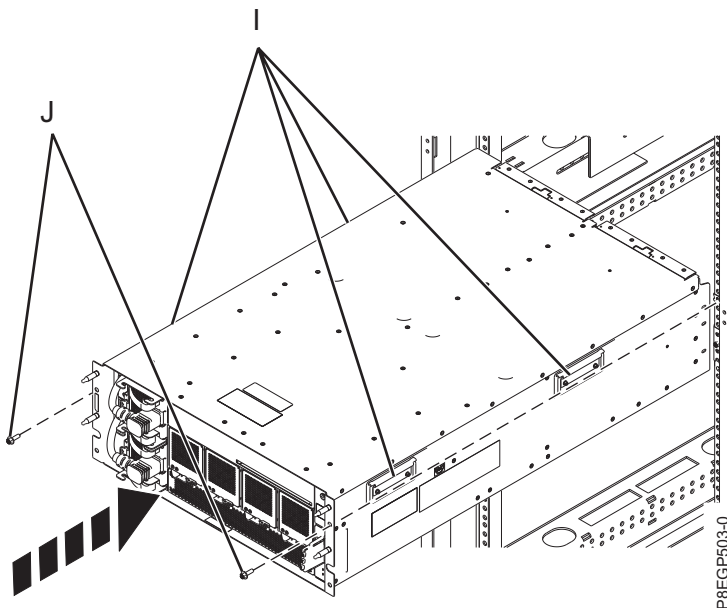

Figure 9. Installation du tiroir dans une armoire
4. Trois personnes sont nécessaires pour cette opération. Deux d'entre elles sont chargées de tenir les quatre poignées **(I)**, comme illustré dans la figure 9, et la troisième personne se place devant le tiroir afin de le diriger. Le tiroir est soulevé et placé devant les glissières.
6. Installez les deux vis de fixation M5 **(J)** sur le tiroir et dans les écrous clips situés sur les glissières de gauche et de droite. Voir figure 9.